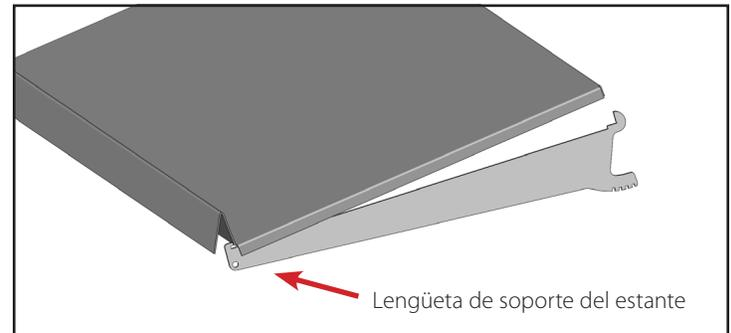

Fig. 4. Instale los estantes.
- b. Mueva la parte posterior del estante hacia arriba y hacia atrás hasta que el frente del estante libere la lengüeta de soporte en el soporte. Consulte la fig. 4.